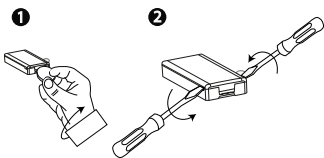

Figura 4: Desmontaje de la cubierta del dispositivo
1. Quite la tapa. Ver a Figura 4.